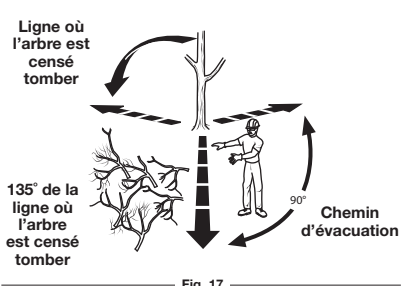

Fig. 17
- Sélectionnez un chemin d'évacuation (ou plusieurs si le premier s'avérait bloqué). Déblayez les alentours immédiats de l'arbre et assurez-vous qu'il n'y a pas d'obstacles sur votre chemin d'évacuation. Déblayez le chemin d'évacuation à environ 135° de la ligne où l'arbre est censé tomber (Fig. 17).